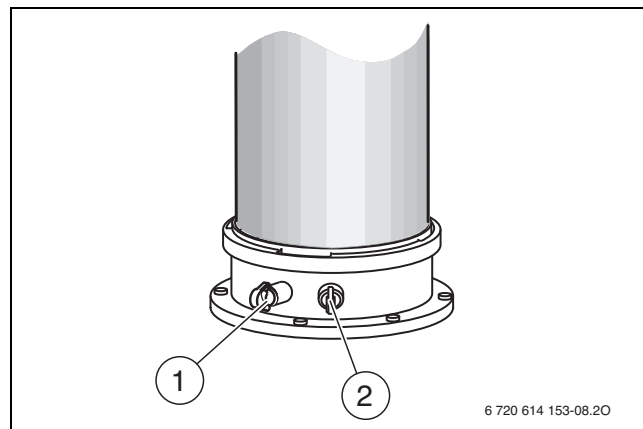

Fig. 41 Tubulure de mesure des fumées et de l'air de combustion
- Retirer le bouchon sur la tubulure de mesure de l'air de combustion (→ fig. 41, [2]).
- Retirer le bouchon de la tubulure de mesure des fumées (→ fig. 41, [1]).